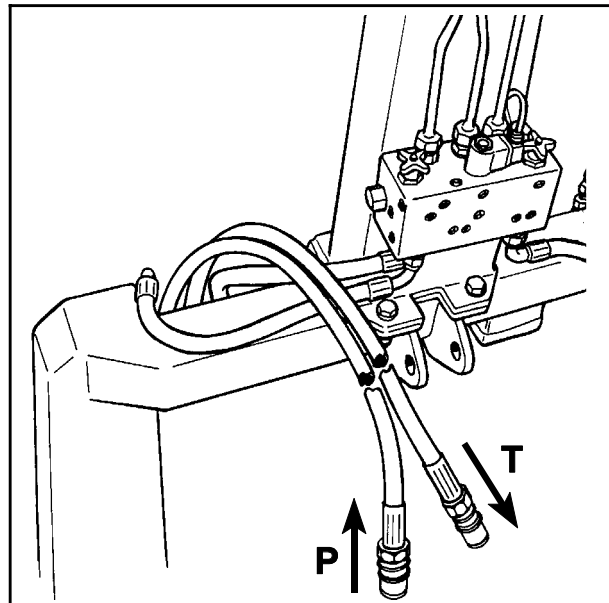

Fig. 4-11
**Slange med rødt merke kobles til trykk, (P), og slange med blått merke kobles til returen, (T).** (Se fig. 4-11).